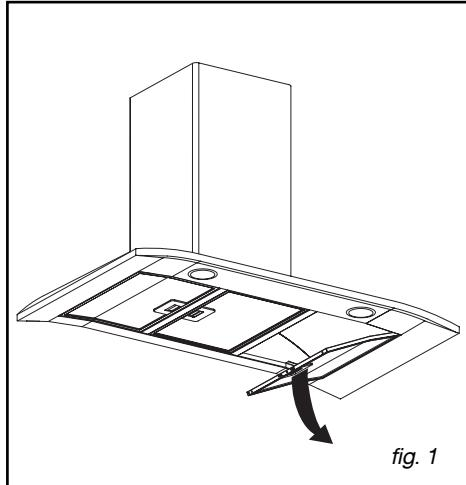

fig. 1
• **Desmontaje del filtro modular (fig. 1)**
- Quite la tulipa (fig. 1).